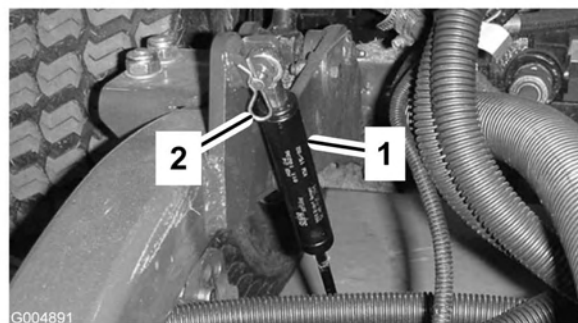

Figura 73
2. Retire o contrapino tipo grampo que fixa os amortecedores aos braços de elevação (Figura 73). Incline o amortecedor em direcção à caixa da plataforma.